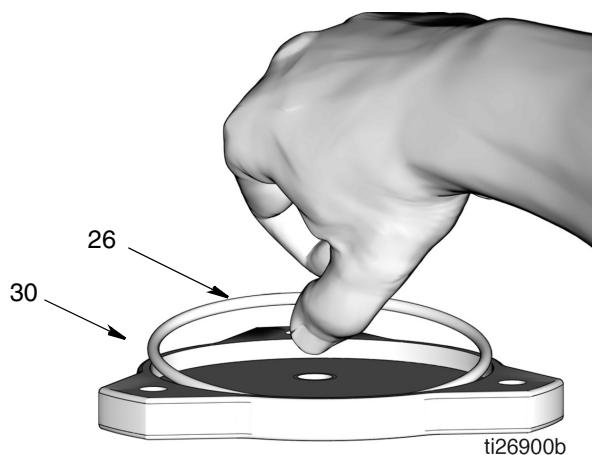

FIG. 59
12. Appliquer une mince couche de graisse sur le joint torique (26). Poser le joint torique dans la gorge du couvercle (30) comme indiqué à la FIG. 59.